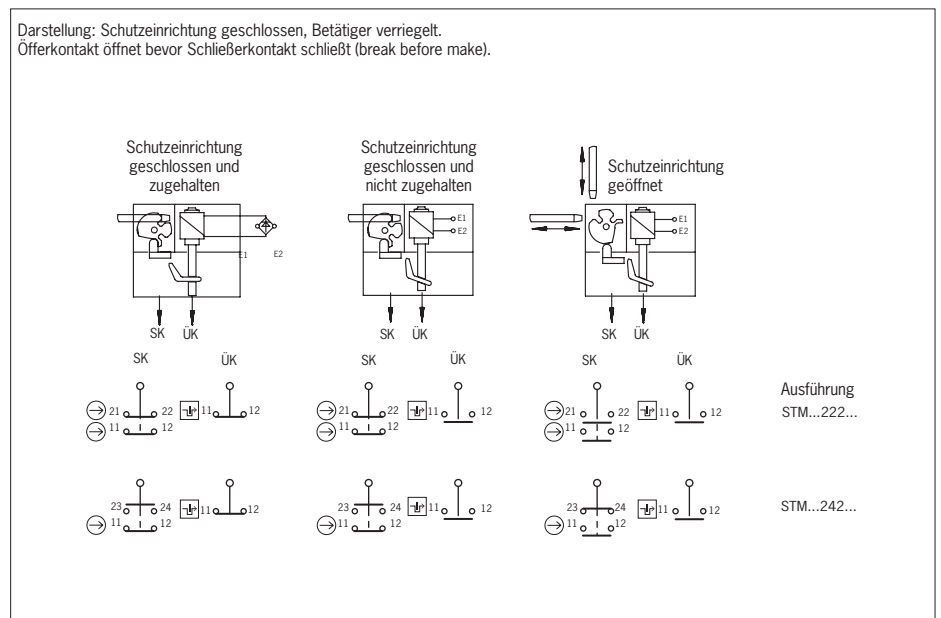

Bild 4: Schaltelemente und Schaltfunktionen
Es muss mindestens ein Kontakt  verwendet werden. Dieser signalisiert den Zustand der Zuhaltung (Kontaktbelegung siehe Bild 4).
Es muss mindestens ein Kontakt  verwendet werden. Es können auch Kontakte mit dem Symbol  verwendet werden (Kontaktbelegung siehe Bild 4).
3. Anschließen und Klemmen mit 0,5 Nm anziehen (Kontaktbelegung siehe Bild 4).